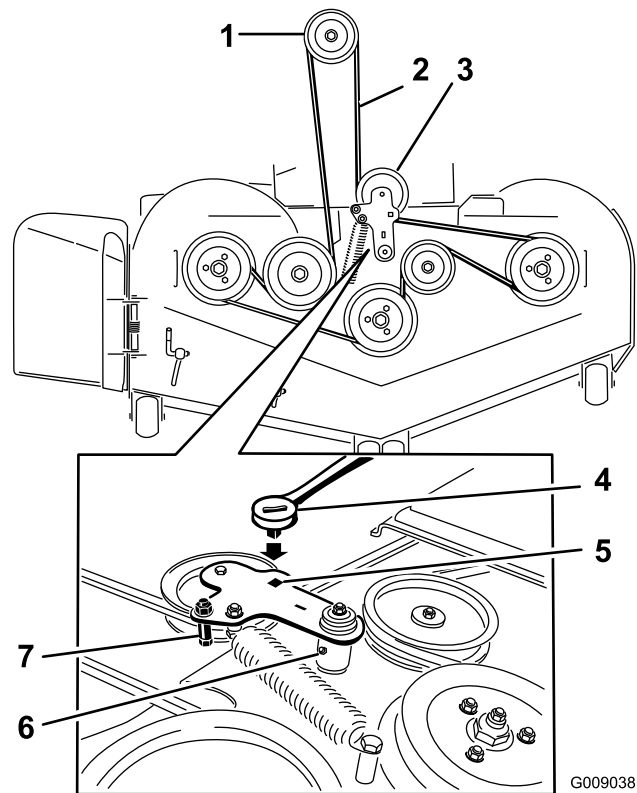

Figura 73
7. Togliete il guidacinghia dal braccio di rinvio a molla mostrato in Figura 73.
9. Montate la nuova cinghia attorno alle pulegge del tosaerba e alla puleggia della frizione, sotto il motore (Figura 73).
10. Montate il guidacinghia sul braccio di rinvio mostrato in Figura 73.
11. Con il cricchetto nel foro quadrato, montate la molla del tenditore (Figura 73).
5. Inserite un cricchetto nel foro quadrato del braccio di rinvio per allentare la molla del tenditore (Figura 73).